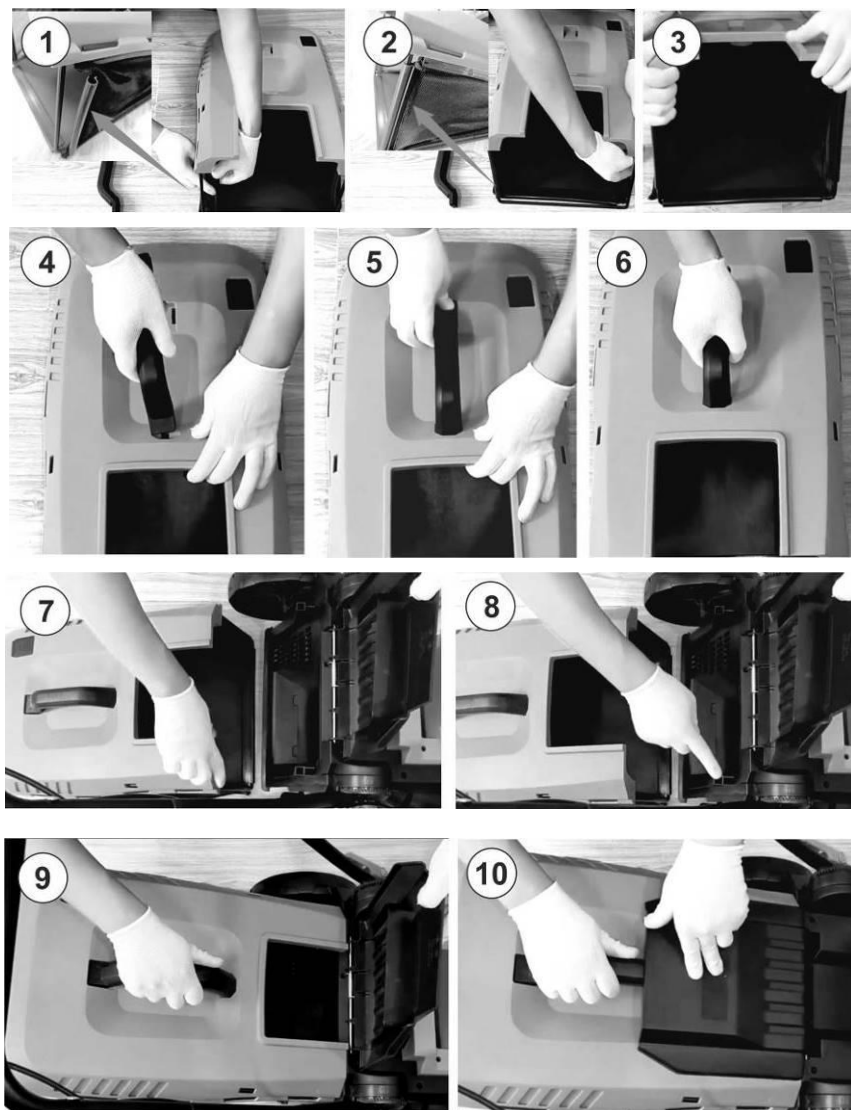

Рис. 4. Сборка травосборника.
3. Затем соберите и установите на газонокосилку травосборник, как показано на рис. 4.